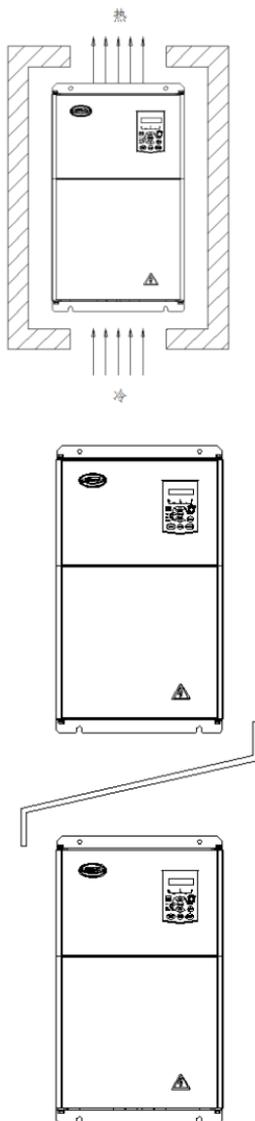

图3-1 隔热导流板安装示意上下安装图
- 1) 请垂直安装变频器，便于热量向上散发。但不能倒置。若柜内有较多变频器时，最好是并排安装。在需要上下安装的情况，请参考图3-1的示意，安装隔热导流板。
- 2) 安装空间遵照图3-1所示，保证变频器的散热空间。但布置时请考虑柜内其它器件的散热情况。